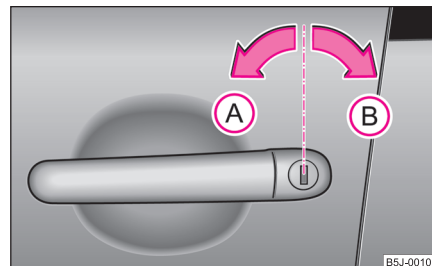

Fig. 21 Rotations de la clé pour ouvrir et fermer
- Tournez la clé dans la serrure de la portière conducteur vers la gauche pour la mettre sur la position d'ouverture (A) ⇒ fig. 21.
- Tournez la clé dans la serrure de la portière conducteur vers la droite sur la position de fermeture (B) ⇒ page 35, fig. 21.